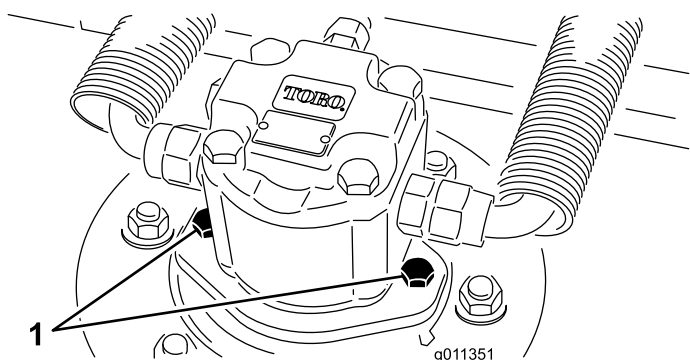

Figura 78
2. Scollegate e staccate il motore idraulico dal piatto di taglio (Figura 78). Coprite la parte superiore del mandrino per impedire che venga contaminato.
4. Montate il motore idraulico sul piatto di taglio (Figura 78). Verificate che l'O-ring sia in sede e non sia danneggiato.